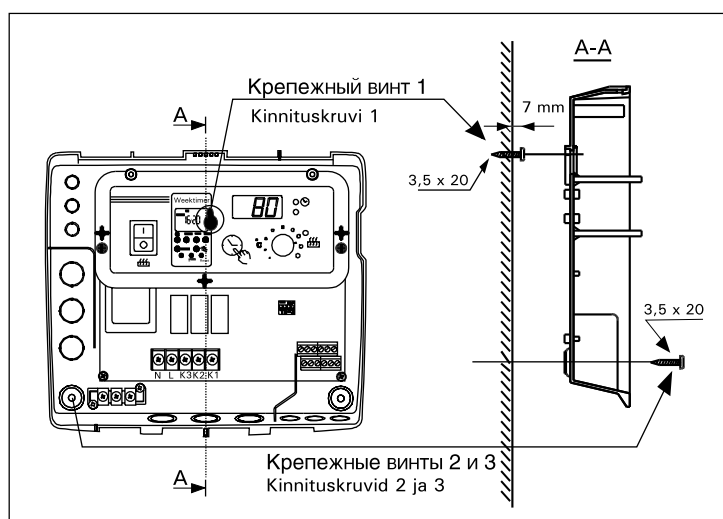

Рисунок 26 Крепление блока управления к стене
В дне пульта управления находятся отверстия для трех винтов, с помощью которых пульт крепится к стене. При необходимости в деревянной стене проделывают отверстия сверлом 2,5 мм. Если пульт крепится к каменной стене, на глубину втулки необходимо просверлить отверстие 6 мм. Втулка вбивается в стену, после чего крепежный винт (1) ввинчивается отверткой. На поверхности необходимо оставить ок. 7 мм от всей длины винта. Сквозь отверстия протаскивают подводящие кабели. Пульт можно оставить подвешенным за верхний винт, убедившись, что шляпка винта вошла в узкую резьбу отверстия в дне. Для двух нижних крепежных винтов (2 и 3) места отмечаются при нахождении пульта в вертикальном положении. Крепление происходит как указано выше, с той разницей, что винты приворачиваются ко дну плотно. (Рис. 26)